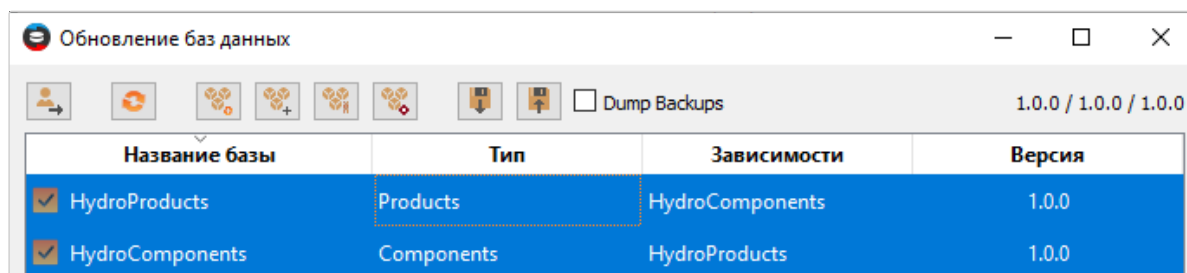

Рисунок 20. Отображение зависимостей в окне *Database Updater*
- 10) В колонке «Зависимости» отображаются наименования связанных друг с другом баз (см. рисунок 20).